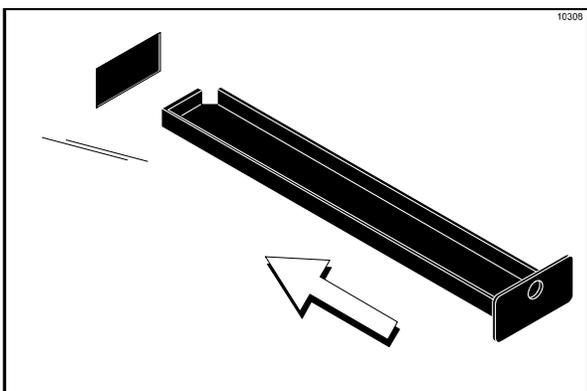

Figura 142
17. Introduzca las dos bandejas de goteo cortas en los orificios del panel trasero. Coloque las dos bandejas de goteo con muesca de los paneles izquierdo y trasero. (Vea la figura 142).